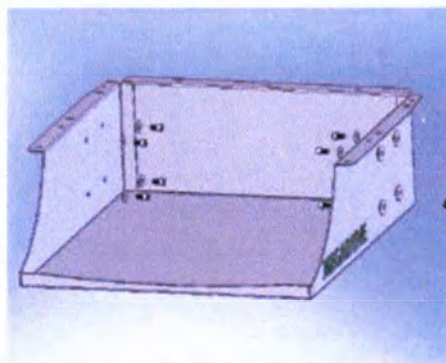

Рисунок 8
8. Установите контрольную шайбу с внутренними зубцами (10) на винт с углублением под ключ (9). Вставьте винт с углублением под ключ в отверстие в верхнем лотке (5) и легко навинтите на него крепежную деталь для Т-образной гайки (7), см. рисунок 8. Повторите операцию для других семи отверстий.